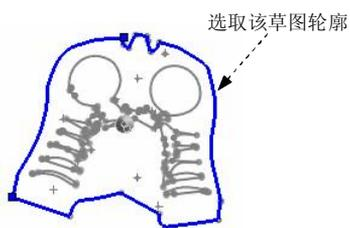

图 1.2.41 横断面草图
(1) 选取图 1.2.41 所示的草图轮廓为横断面草图，输入拉伸深度值 80.0，其他参数采用系统默认设置。